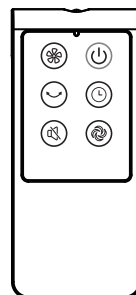

Fig.10
- (1) Faites glisser le couvercle du compartiment à piles.
- (2) Insérez les piles et assurez-vous que les piles sont placées comme indiqué sur la Fig.10.
- (3) Faites glisser le couvercle de la batterie vers l'arrière.